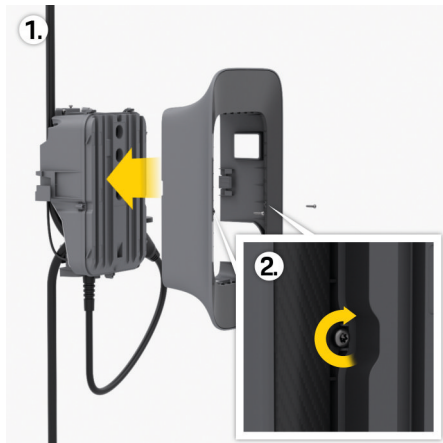

Abb. 7: Befestigung Designrahmen
3. Schrauben am linken und rechten Rand des Designrahmens lösen **2** ► (Abb. 7).